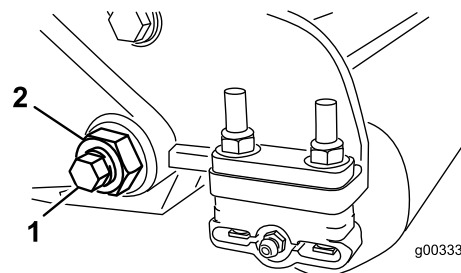
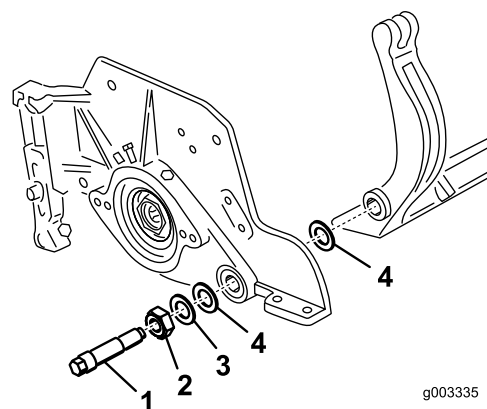

Figura 30
Figura 31
3. Desaperte a porca de bloqueio que segura a cavilha da barra de apoio, em cada um dos lados da máquina (Figura 30).
4. Remova cada uma das cavilhas da barra de apoio, de modo a permitir puxá-la e retirá-la da máquina (Figura 30). Guarde as duas anilhas de nylon e a anilha de aço prensado de cada uma das extremidades da barra de apoio (Figura 31).
2. Fixe a barra de apoio a cada um dos lados da placa lateral com as cavilhas (porcas flangeadas nas cavilhas) e com as 6 arruelas. Deve colocar uma anilha de nylon em cada um dos lados da placa lateral. Coloque uma arruela de aço no exterior de cada uma das arruelas de nylon (Figura 31). Aperte os parafusos com 27-45 Nm. Aperte as porcas até que a anilha de aço exterior pare de rodar e a folga seja removida, mas não aperte em demasiado nem desvie as placas laterais. As arruelas podem ter uma folga interna.